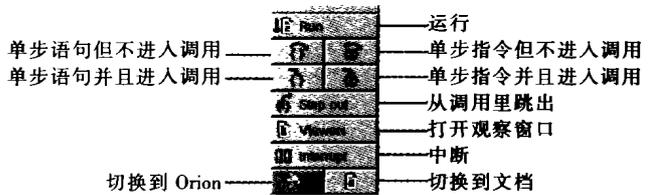

图 15 浮动调试工具栏
• 如果在 Options 里选择了可浮动的调试工具栏,该工具栏显示如图 15: